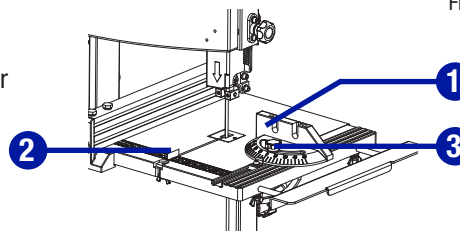

Fig. 27
**COUPE D'ONGLET (Fig. 27 et 28)**